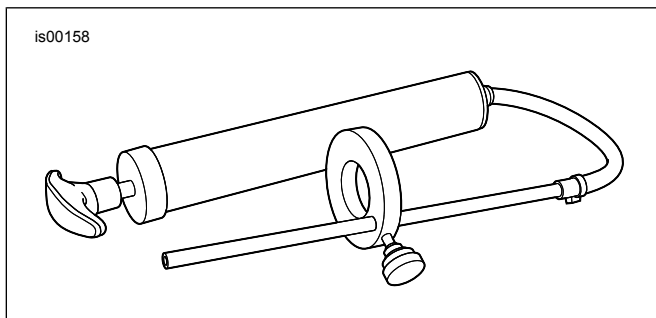

Figura 5. Misuratore del livello dell'olio della forcella anteriore (HD-59000B)
- a. Vedere la Figura 5. Munirsi di un MISURATORE DEL LIVELLO DELL'OLIO DELLA FORCELLA (HD-59000B).